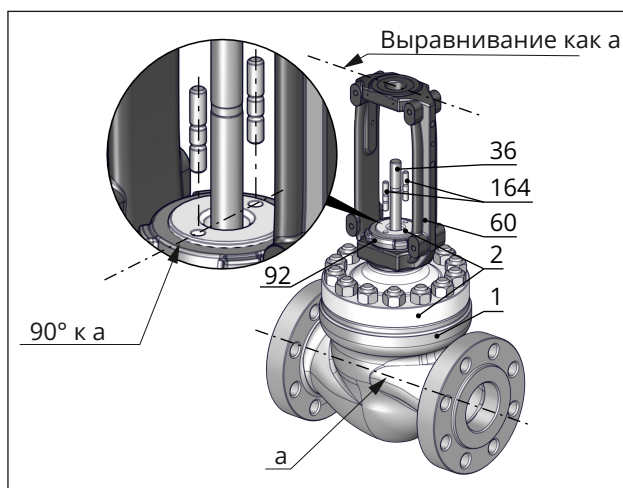

Рис. 33: Выравнивание верхней части на корпусе клапана и выравнивание рамы на верхней части
14. Вставьте несущий элемент (63) вместе с запрессованной втулкой (7) вертикально и концентрично через шток плунжера (36) в корпус (1), пока он не упрется в опорную поверхность внутри корпуса. Для этого при больших номинальных диаметрах используйте специальный инструмент.
15. Установите новое спиральное уплотнительное кольцо (126) на несущий элемент (63).
16. Поместите новое спиральное уплотнительное кольцо (17) в корпус (1).
17. Установите верхнюю часть клапана (2/21), включая раму (60) вертикально сверху через шток плунжера (36) на корпус (1) без ее фиксации. Соблюдайте ориентацию, см. Рис. 33. Два отверстия в верхней части верхнего элемента должны располагаться перпендикулярно относительно оси трубопровода.
18. Плотно вставьте плунжер (5) в седло (4). При этом закрепите верхнюю часть клапана (2/21) с помощью корпусный гаек (14). Последовательно затяните корпусные гайки (14) в перекрестном порядке. Соблюдайте моменты затяжки.
9. Установите новое спиральное уплотнительное кольцо (17) в корпус клапана (1). Перед этим очистите поверхность уплотнения и проверьте ее на наличие повреждений.
10. Установите новое спиральное уплотнительное кольцо (126) на несущий элемент (63) или прижим седла (124). Перед этим очистите поверхность уплотнения и проверьте ее на наличие повреждений.
11. Установите верхнюю часть клапана (2/21), включая раму (60) вертикально сверху через шток плунжера или поршня (36) на корпус (1) без ее фиксации. Соблюдайте ориентацию, см. Рис. 33. Два отверстия в верхней части верхнего элемента должны располагаться перпендикулярно относительно оси трубопровода.
12. С усилием вдавите плунжер или поршень (5) в седло (4). При этом закрепите верхнюю часть клапана (2/21) с помощью корпусных гаек (14). Последовательно затяните корпус-
11. Установите новое спиральное уплотнительное кольцо (17) в корпус клапана (1). Перед этим очистите поверхность уплотнения и проверьте ее на наличие повреждений.
12. Установите новое спиральное уплотнительное кольцо (126) на несущий элемент (63) или прижим седла (124). Перед этим очистите поверхность уплотнения и проверьте ее на наличие повреждений.
13. Установите верхнюю часть клапана (2/21), включая раму (60) вертикально сверху через шток плунжера или поршня (36) на корпус (1) без ее фиксации без ее фиксации. Соблюдайте ориентацию, см. Рис. 33. Два отверстия в верхней части верхнего элемента должны располагаться перпендикулярно относительно оси трубопровода.
14. С усилием вдавите плунжер или поршень (5) в седло (4). При этом закрепите верхнюю часть клапана (2/21) с помощью корпусных гаек (14). Последовательно затяните корпусные гайки (14) в перекрестном порядке. Соблюдайте моменты затяжки.
15. Аккуратно продвиньте детали сальниковой набивки при помощи соответствующего инструмента по штоку плунжера или поршня (36) в набивочную полость. Соблюдайте правильную последовательность и расположение компонентов, указанную в соответствующей документации к упаковке запасных частей.
16. Установите упор (8).
17. Установите кольцевую набивку (сальника) (162) через штифтовые винты (164) на верхней части клапана (2/21) на упор (8).
18. Накрутите обе зажимные гайки (163) (при использовании подпружиненной кольцевой набивки (сальника), включая тарельчатые пружины) на штифтовые винты (164) и затяните их от руки. В исполнении с пружиной проведите зажимные гайки (163) через отверстия в кольцевой набивке сальника.
19. Попеременно и пошагово затяните обе зажимные гайки (163) кольцевой набивки сальника (162) на шестигранной головке до указанного момента затяжки.
6. Вставьте прижим седла (124), включая запрессованную втулку (7) вертикально и концентрично по штоку плунжера (36) вертикально в корпус (1) и расположите их на седле (4). Для этого при больших номинальных диаметрах используйте специальный инструмент. Выровняйте просветы прижима седла (124) симметрично относительно оси трубопровода.
7. Установите новое спиральное уплотнение (126) на прижим седла (124).
8. Поместите новое спиральное уплотнительное кольцо (17) в корпус (1).
9. Установите верхнюю часть клапана (2/21), включая раму (60) вертикально сверху через шток плунжера (36) на корпус (1) без ее фиксации. Соблюдайте ориентацию, см. Рис. 33. Два отверстия в верхней части верхнего элемента должны располагаться перпендикулярно относительно оси трубопровода.
10. Плотно вставьте плунжер (5) в седло (4). При этом закрепите верхнюю часть клапана (2/21) с помощью корпусный гаек (14). Последовательно затяните корпусные гайки (14) в перекрестном порядке. Соблюдайте моменты затяжки.